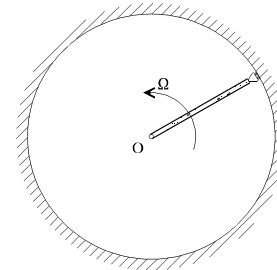

Figura 4
4) La barra de la figura 4, de longitud L y sección A , gira en torno a su extremo O con velocidad angular Ω constante. Se conocen las características del material: peso específico γ , módulo de elasticidad E y coeficiente de Poisson ν . La única fuerza que actúa sobre la barra es la centrífuga. El alargamiento está impedido por la sustentación. Para este problema de *elasticidad unidimensional* se pide: